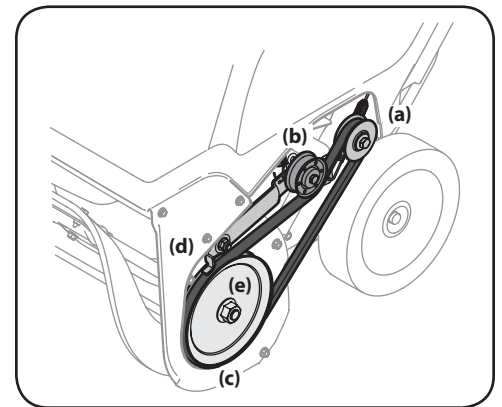

Figura 4-6
- Pase la correa alrededor de la polea de transmisión (a) y por debajo de la polea loca (b). Consulte la Figura 4-6.